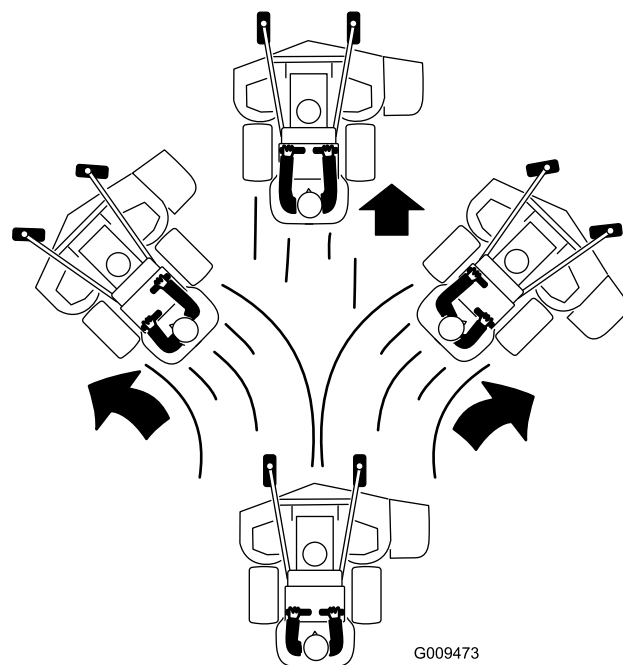

Figura 22
4. Empurre lentamente as alavancas de controlo de movimento para a frente (Figura 22).